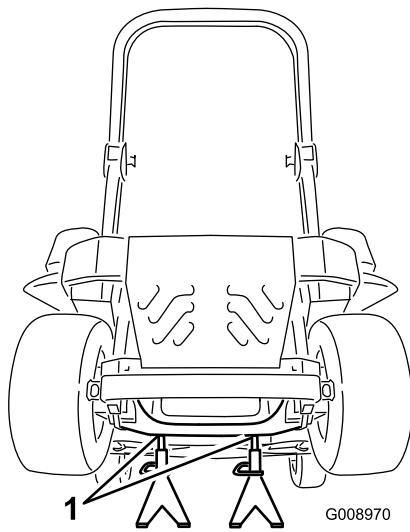

Bild 82
3. Heben Sie die Maschine an und stützen Sie sie mit Achsständern ab (Bild 82).
9. Entfernen Sie die Achsständer und senken Sie die Maschine ab (Bild 82).